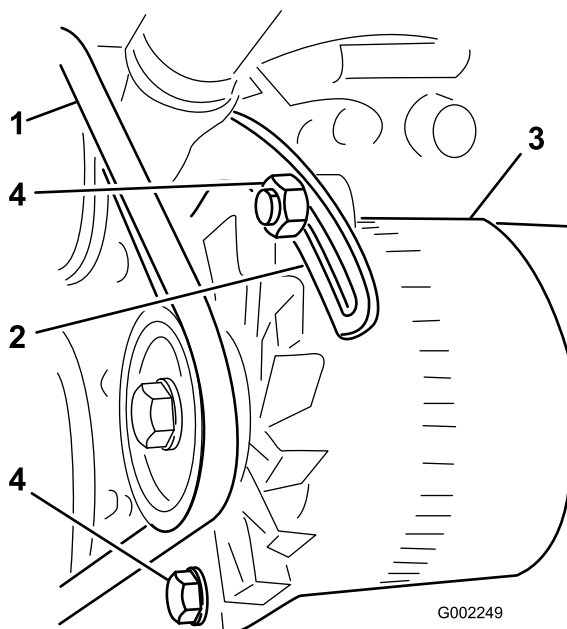

Bild 138
3. Lösen Sie die Schraube, mit der der Drehpunkt an der Lichtmaschine befestigt ist, und die Schraube, mit der die Lichtmaschine an der geschlitzten Strebe befestigt ist (Bild 138).